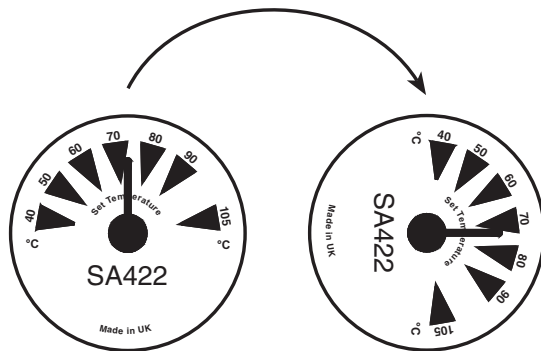

Fig. 5 Rotación de la escala de temperatura
1. Sacar el tapón(6) y usar un destornillador para colocar el indicador (3) en la marca de enmedio (1).
2. Retirar la tapa transparente (2).
3. Retirar el indicador de temperatura (3).
4. Retirar la escala (4) del indicador y volver a colocarla en la posición deseada. Fig. 5.
5. Volver a colocar el indicador (3) a la posición de enmedio (1).
6. Volver a colocar la tapa transparente (2).
4. Retirar los tornillos de sujeción del cabezal (5).
5. Rotar el indicador a través de los 180° (Fig. 5).
6. Volver a colocar los tornillos de sujeción del cabezal (5).
7. Volver a colocar el indicador (3) a la posición de enmedio y volver a colocar la tapa transparente.